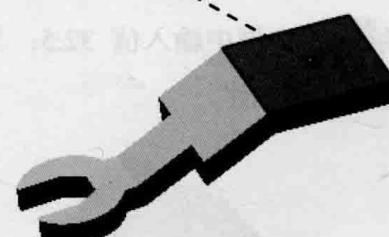
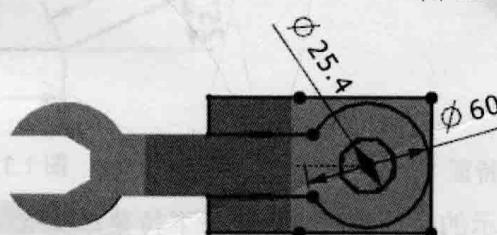

图 1.8 草图平面
图 1.9 截面草图
Step4. 创建图 1.7 所示的拉伸特征 3。选择下拉菜单_{插入(S)} → _{设计特征(D)} → _{拉伸(E)...}命令（或单击_{图标}按钮）；单击“拉伸”对话框中的“绘制截面”按钮_{图标}，系统弹出“创建草图”对话框，选取图 1.8 所示的面为草图平面，单击_{确定}按钮，绘制图 1.9 所示的截面草图，退出草图环境；在“拉伸”对话框_{限制}区域的_{开始}下拉列表中选择_{贯通}选项；在_{限制}区域的_{结束}下拉列表中选择_{贯通}选项，在_{布尔}区域的_{布尔}下拉列表中选择_{减去}选项，其他参数采用系统默认设置；单击_{<确定>}按钮，完成拉伸特征 3 的创建。